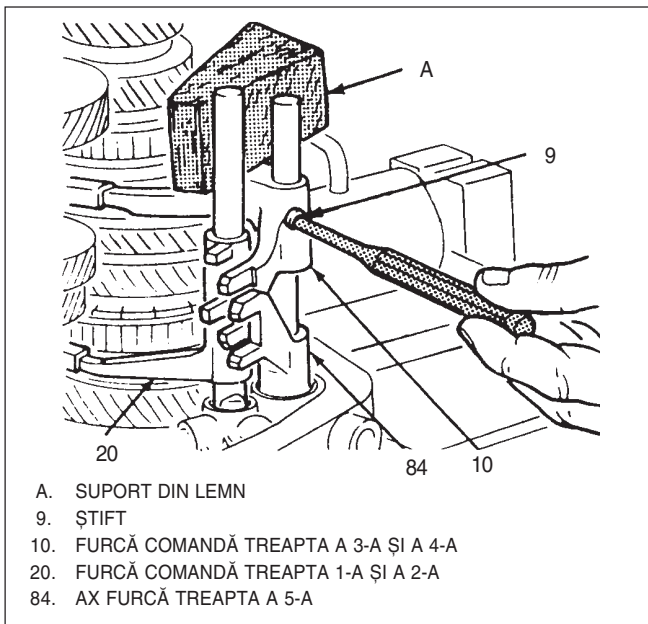

Fig. 17 Demontarea știftului de fixare
16) Știfturi de fixare ale furcilor pt. treptele a 3-a/a 4-a și mers înapoi, Fig 17.